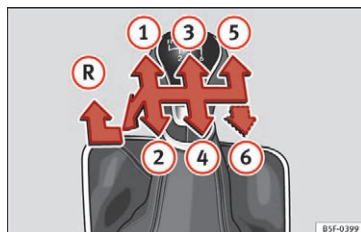

Fig. 42
De enkelte gears positioner er vist på gearstangen » Fig. 42.
- Sæt gearstangen i frigear, tryk den nedad og helt til venstre, og skub den herefter helt frem for at sætte bilen i bakgear »» Fig. 42